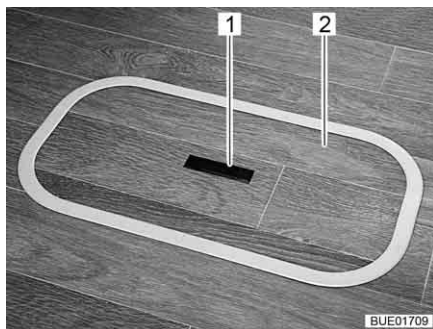
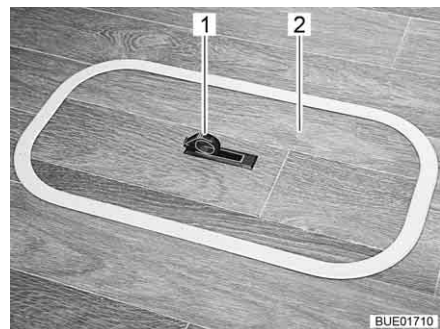

Bild 79 Abdeckung Bodenfach (Griff versenkt)
Bild 80 Abdeckung Bodenfach (Griff herausgeschwenkt)
- Auf einer Seite die Griffplatte (Bild 79,1) nach unten drücken. Der Griff (Bild 80,1) schwenkt nach oben.
- Die Abdeckung (Bild 79,2 bzw. Bild 80,2) nach oben abnehmen.